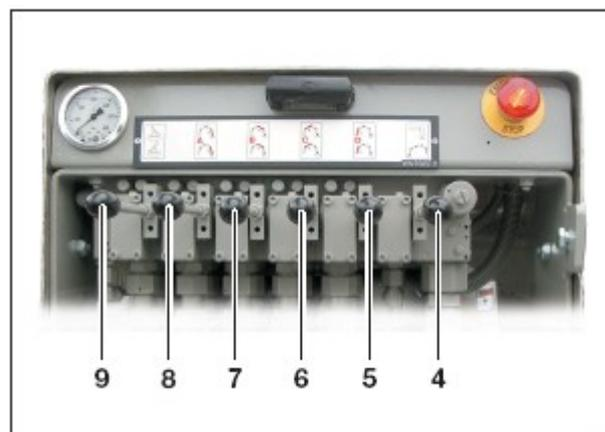

Рис. 7.11 Управление распределительной мачтой
- Рычаг управления 8 плечом мачты А (рисунок 7.11) приводит в движение все плечи.
- Рычаг управления 9 поворотом мачты (рисунок 7.11) поворачивает все плечи в рабочее положение.
- Рычаг управления 7 плечом мачты В (рисунок 7.11) раскладывает плечо мачты В на 120° к плечу мачты А.
- Рычаг управления 6 плечом мачты С (рисунок 7.11) раскладывает плечо мачты С на 90° к плечу мачты В.
- С помощью рычагов 5...9 управления (рисунок 7.11) на блоке управления мачтой, устанавливают ее в желаемую рабочую позицию.